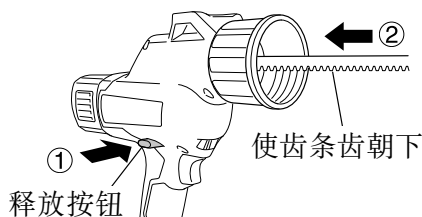

图 14
- (1) 将与要使用的密封材料相对应的活塞拧入齿条中。
(2) 在按下释放按钮解除锁定的同时，从主体前侧插入机架。插入它，使齿条的齿朝下。(图 14)